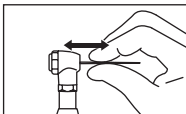

Fig. 3
- Asegúrese de que la lima esté firmemente montada tirando de la misma antes de usarla. (Fig. 3)